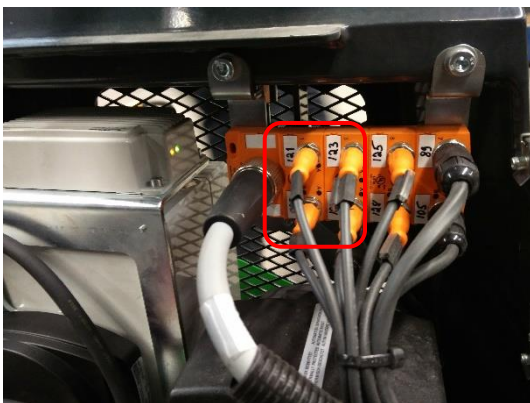

Figure 25 : Boîte de répartition, connecteurs de stabilisateurs marqués à l'intérieur du carré rouge
- La cause du dysfonctionnement peut se trouver sur la boîte de répartition (Figure 25) à l'arrière du châssis. Dans la boîte, les connecteurs 1 à 4 correspondent au nombre des stabilisateurs